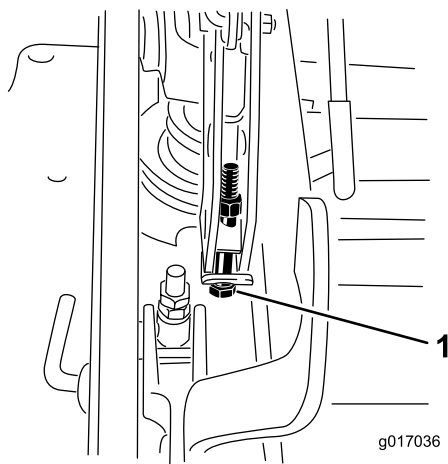

**Figure 90**
12. Pour régler le système monopoint, desserrez les 2 boulons au bas de la plaque de hauteur de coupe. Voir Figure 90.
14. Serrez les 2 boulons au bas de la plaque de hauteur de coupe (Figure 90). Serrez à un couple de 77 à 45 N·m.